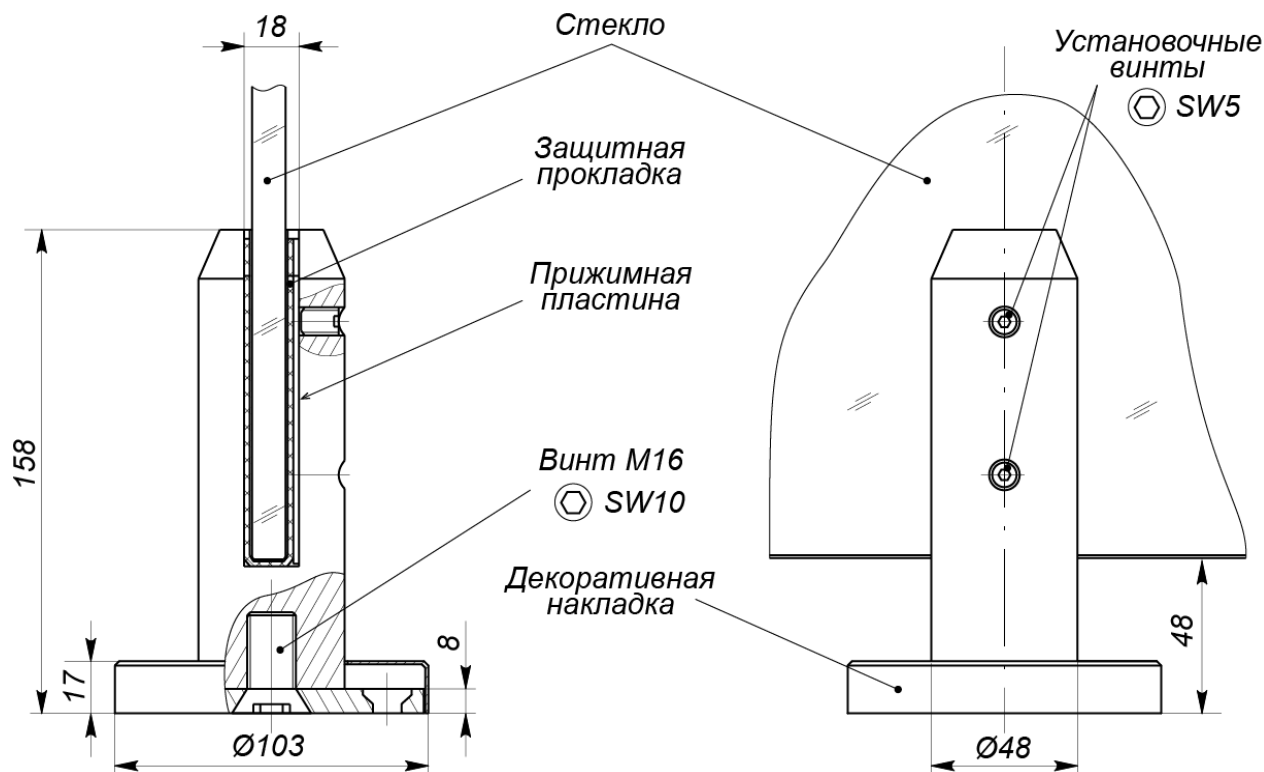

Рисунок 1. Внешний вид и размеры мини-стойки PERCo-BH06 2-00
Мини-стойка представляет собой цилиндрическую стойку с пазом для стекла, закрепленную с помощью винта M16 на фланце. Фланец крепится на установочной поверхности при помощи 4 анкерных винтов M8 и сверху закрывается декоративной накладкой. Стекло ограждения фиксируется в пазах стойки при помощи прижимной пластины и двух установочных винтов M10 (см. рис. 1).
7. Выкрутите на несколько оборотов из корпуса стоек установочные винты (инбусовым ключом SW5). Вставьте в паз со стороны винтов прижимную пластину, а между ней и противоположной стороной паза – вдвое сложенную защитную резиновую прокладку (см. рис. 1).